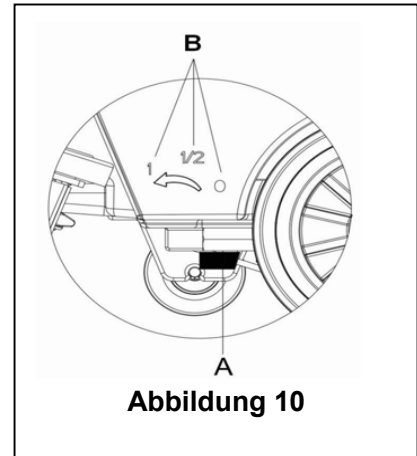

Abbildung 10
Die Regulierung des Kugelventilhebels (A, Abbildung 10) darf nur durchgeführt werden, wenn der Netzschalter (41) auf der Position "O" steht.
- Die Wasserdurchflussmenge kann durch den Kugelventilhebel (A, Abbildung 10), entsprechend der Wassermenge, angepasst werden, die zum Scheuern erforderlich ist.